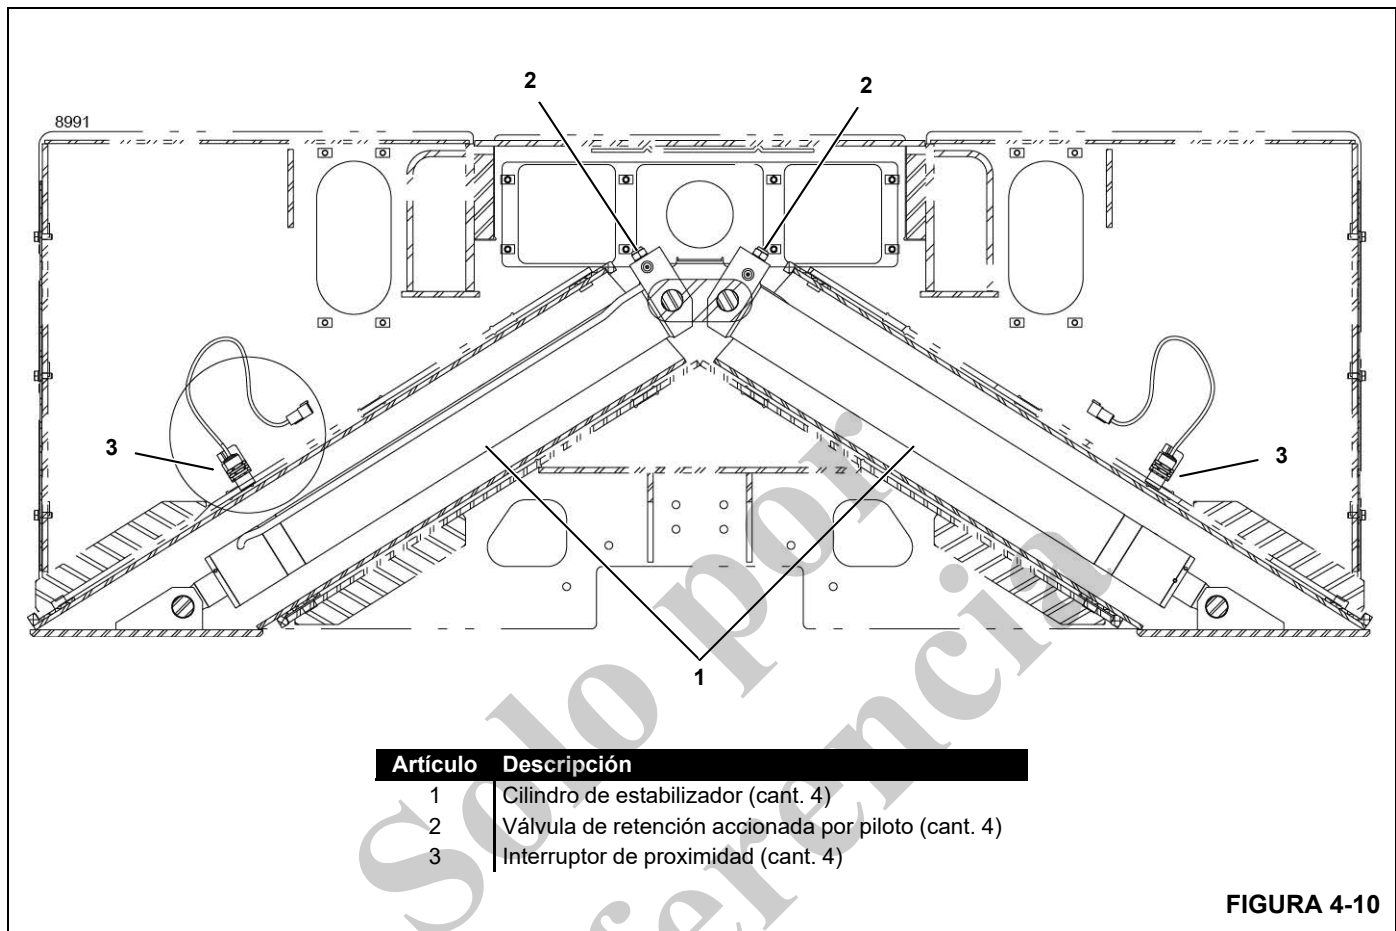

FIGURA 4-10
Consulte también la Figura 4-10 para esta descripción.
El OMS ayuda al operador al encender una luz indicadora verde en el cuadro de medidores en el tablero de instrumentos cuando todos los estabilizadores están completamente extendidos. La luz es controlada por los interruptores de proximidad (3, Figura 4-10) en los cilindros de estabilizadores (1).